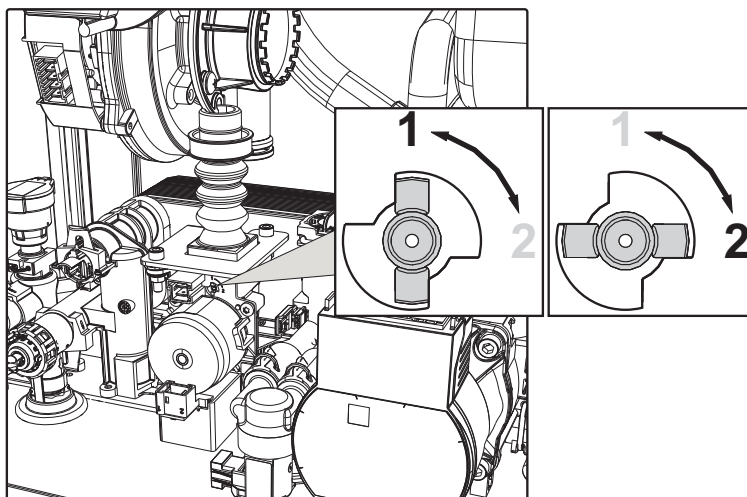

fig. 23
3. Gire el regulador (fig. 23) según la posición indicada en la tabla 7.